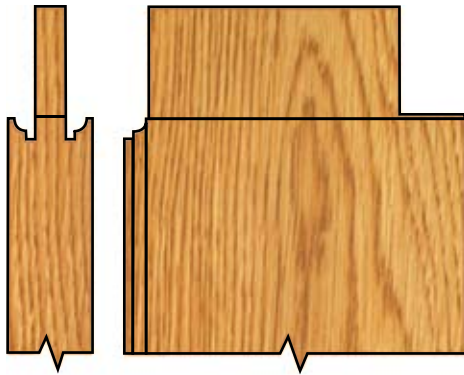

Figure 13
- a)** Tout d'abord, doter les tenons de renforts d'épaulement tel qu'illustré dans la Figure 13. Cette étape produit un joint plus solide et plus attrayant et dissimule le tenon dans l'extrémité du montant. Coupez ensuite le tenon à l'aide d'une scie à ruban, d'une scie sauteuse ou d'une égoïne.